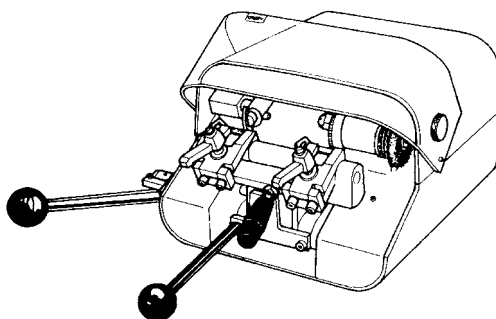

Рис. 5.14. Станок для копирования (дублирования) ключей (С разрешения компании Ilco Unican Corp.)
- ☐ Станок для обработки ключей с питанием от сети (рис. 5.14)